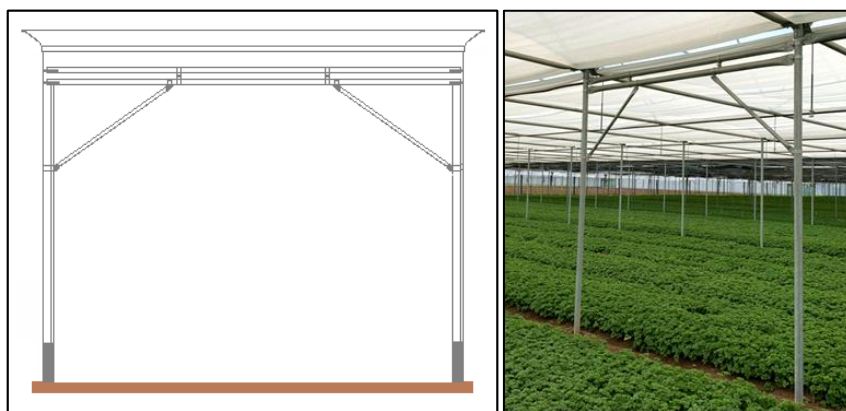

Fig. 3. Controvento a portale utilizzato nei multi-tunnel "leggeri"
- a portale (fig. 3, 4): qui è possibile il passaggio nella campata. Oltre a quelle statiche, si soddisfano anche le necessità agronomiche: è infatti possibile l'uso della trattrice per le lavorazioni, senza smontare e rimontare i controventi.